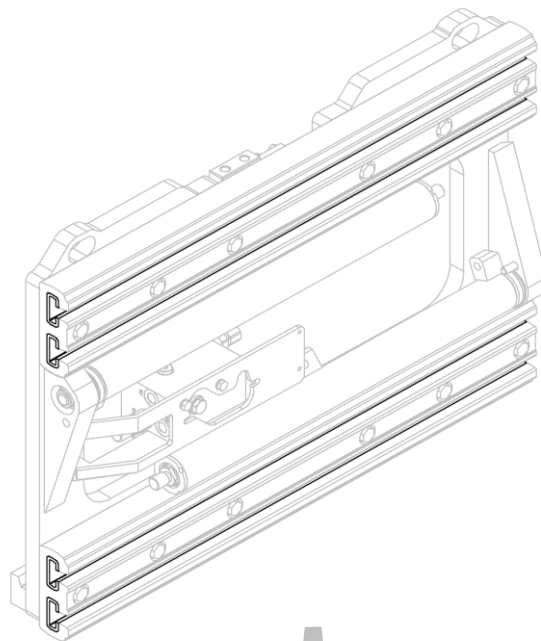
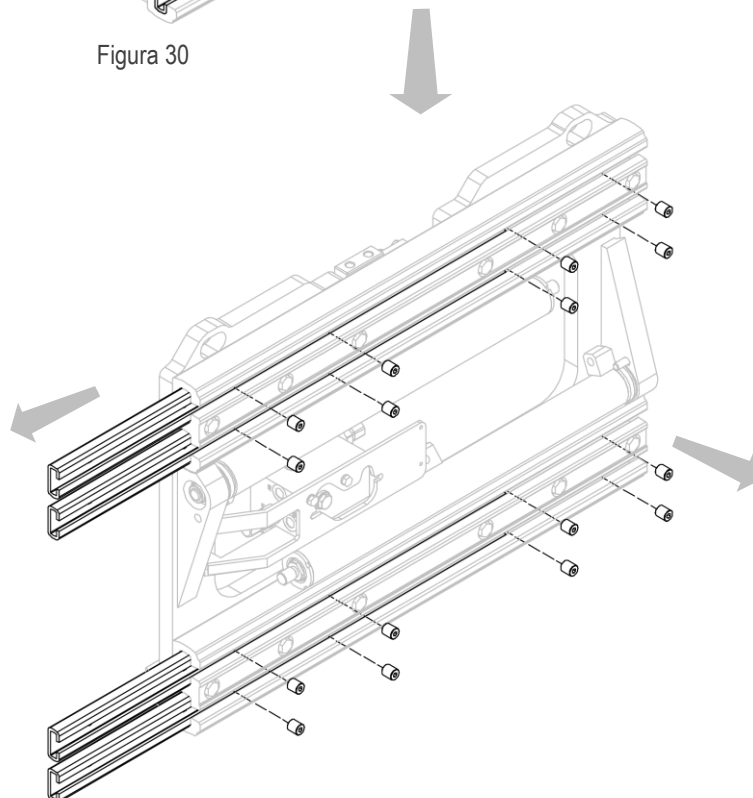

Figura 30
Figura 31
3. Quitar deslizaderas en nailon después de desatronillar las tuercas (mira *Figura 30* y *Figura 31*).